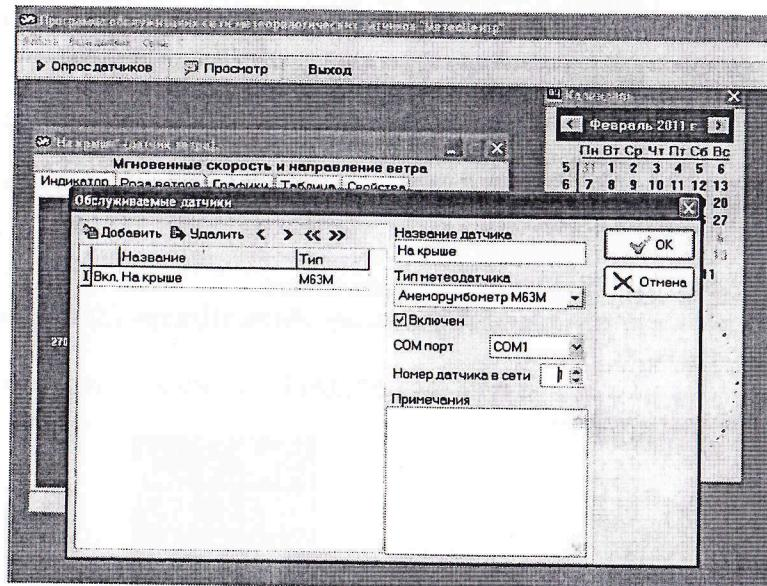

Рисунок 3 – Окно ОБСЛУЖИВАЕМЫЕ ДАТЧИКИ программы «МетеоЦентр».
- в открывшемся окне ОБСЛУЖИВАЕМЫЕ ДАТЧИКИ (рисунок 3) выбрать в качестве обслуживаемого прибора M63M;